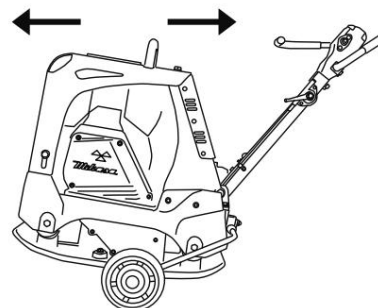

Figura 31
- 3 Tire la manija hacia atrás y levante la placa vibratoria con el carro. Luego, mueva la máquina manteniendo la posición horizontal. (Figura 31)